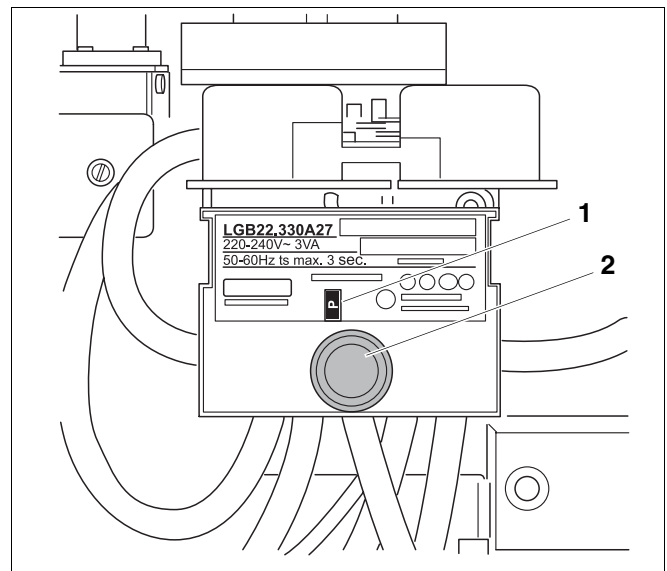

Fig. 35 Appareil de commande LGB 22 ; face avant du coffret
Si aucun défaut n'est affiché et que l'échelle de programme (fig. 35, **pos. 1**) de l'appareil de commande fonctionne en continu, le contact du pressostat d'air se ferme avant que le ventilateur ne démarre ou bien le branchement électrique du brûleur ou du contrôle de combustion est défectueux.
* voir fig. 35, page 40